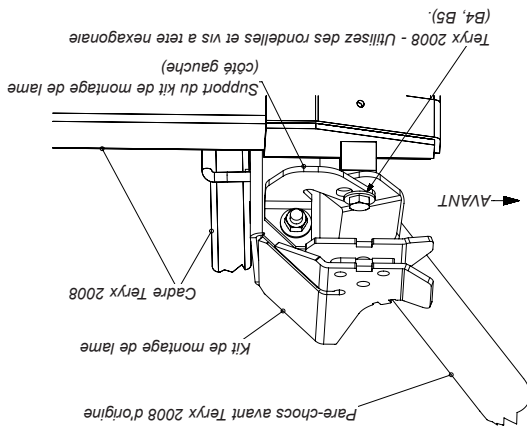

Figure 10A
10. Insérez des boulons de 10 mm, des rondelles et des espacateurs à travers le pare-chocs avant inférieur et les supports intérieurs du kit de montage de lame, puis dans le châssis. Voir figures 10A et 10B. Évitez de serrer.